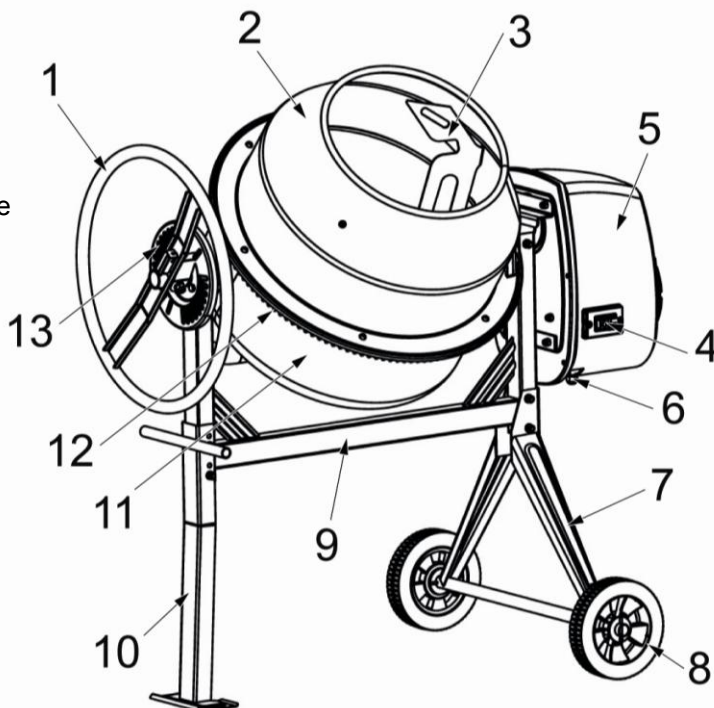
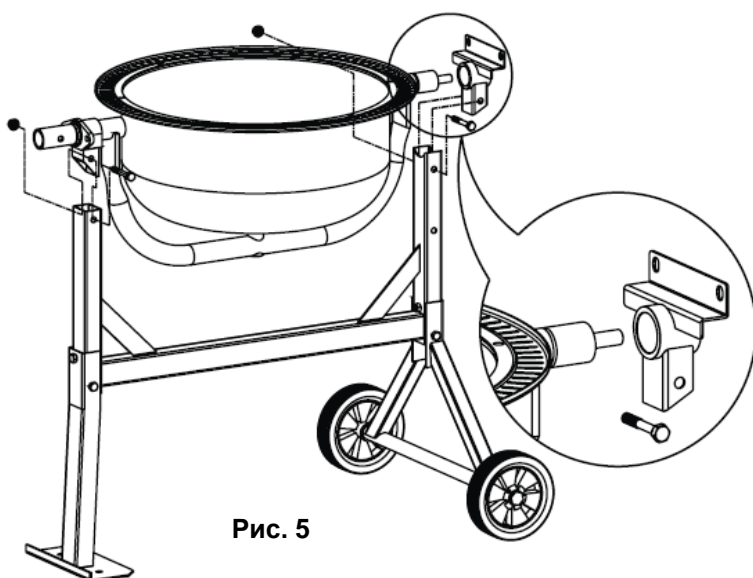

Рис. 1
Рис. 5
- Наденьте на оси колесной стойки (7)(См. Рис.1; 2) по колесу с каждой стороны. Зафиксируйте их с помощью стопоров – шплинтов.
- К несущей балке (9)(См. Рис.1) присоедините дополнительную опору. Зафиксируйте ее положение винтами (M8x70 и M8x55). Крепко затяните винты (См. Рис.3).
- Соедините раму с колесной стойкой (7)(См. Рис.1; 4). Зафиксируйте ее положение винтами (M8x70 и M8x55). Крепко затяните винты.
- Установите опорную дугу вращения барабана на балку рамы. Зафиксируйте ее положение винтами M8x65 (См. Рис.5).
- Осторожно поместите нижний барабан (11)(См. Рис.1) на стойку, так чтобы подшипники попали в соответствующие пазы (См. Рис.5).
- Поместив верхний барабан (2)(См. Рис.1) на обод нижнего барабана (11)(См. Рис.1; 7), убедитесь в совпадении пазов и стрелок, а так же и свободном вращении лопастей внутри барабана.
- Установите диск-фиксатор (12)(См. Рис.1) на место крепления.
- Прикрепите рукоятку контроля угла наклона барабана (1)(См. Рис.1; 9). Зафиксируйте ее положение винтами.
- Трансмиссия с электродвигателем закрыта защитным кожухом (5)(См. Рис.1; 10).
- Перед началом эксплуатации нового бетоносмесителя, или бетоносмесителя после продолжительного хранения, удостоверьтесь в правильном натяжении приводного ремня. Откройте крышку электродвигателя, открутив 6-ть винтов крепления кожуха (5)(См. Рис.1). Приводной ремень должен быть надет на шкив, прогиб ремня при нажатии на него пальцем в средней части должен быть в районе 0,5-1 см.
1. Подключите сетевой шнур (6)(См. Рис.1) бетоносмесителя к сети питания напряжением ~220 В / 50 Гц.
2. Нажмите на зеленую кнопку включения (4)(См. Рис.1), расположенную сбоку на защитном кожухе электродвигателя.
3. Для отключения – нажмите на красную кнопку (4)(См. Рис.1).